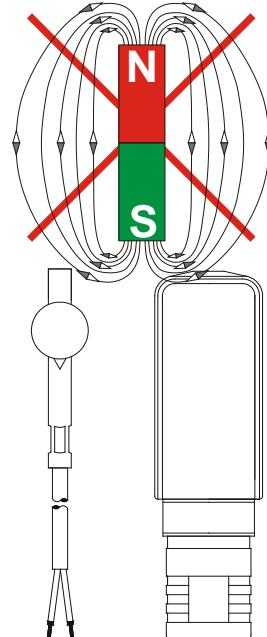

Abb. 4
- ⌚ Sorgen Sie dafür, dass in der unmittelbaren Umgebung des Niveauwächters keine magnetischen Fremdfelder die Funktionsweise des Gerätes beeinträchtigen können (→ Abb. 4).